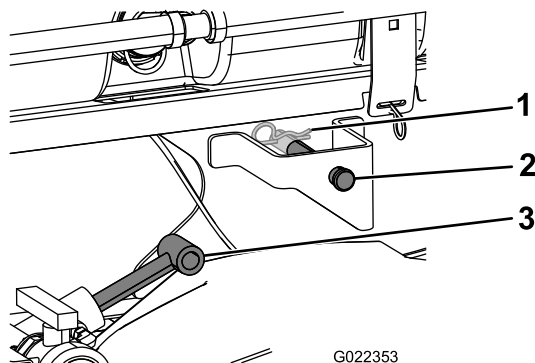

Рисунок 9
3. Выдвиньте гидроцилиндры подъема до кронштейнов на раме бака и совместите штуцеры гидроцилиндров с отверстиями в кронштейнах рамы бака (Рисунок 9).